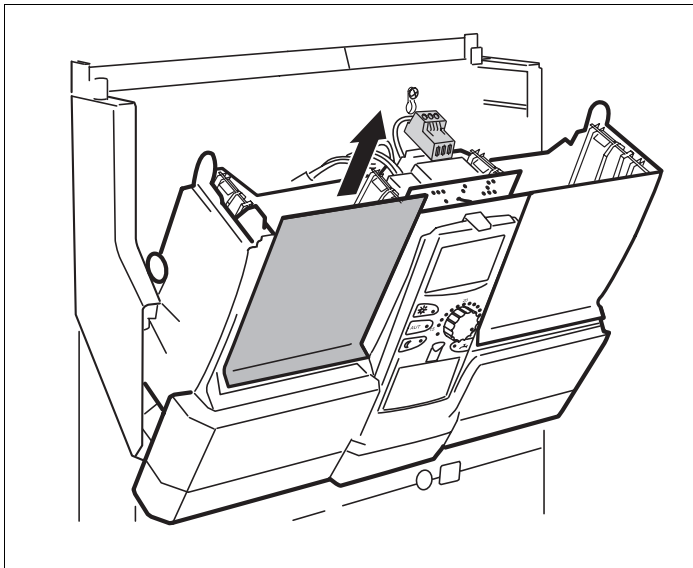

Bild 5 Blindplatte entfernen
- Blindplatte von Steckplatz 1 (→ Bild 5) im Regelgerät entfernen.